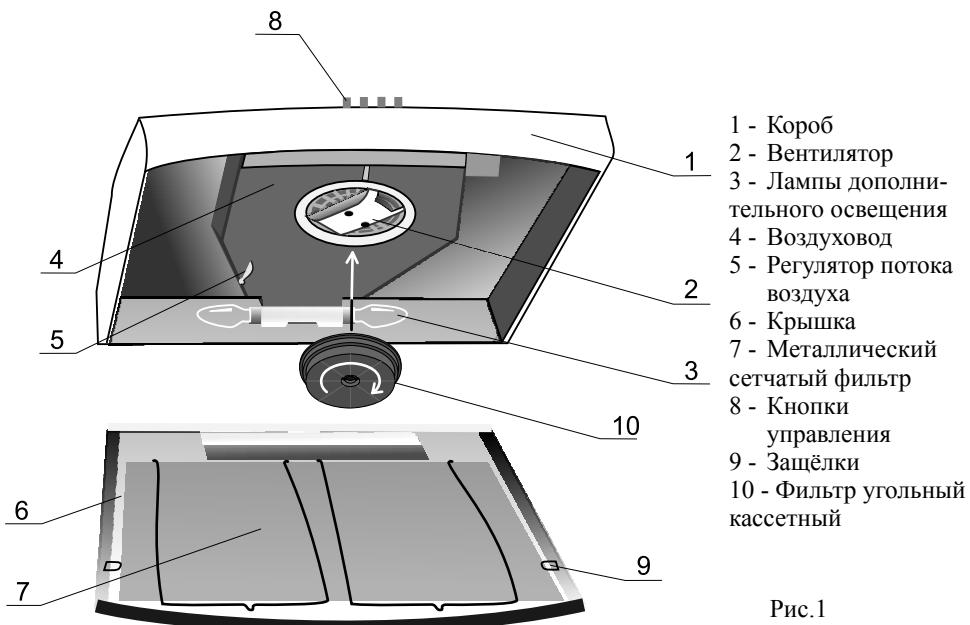
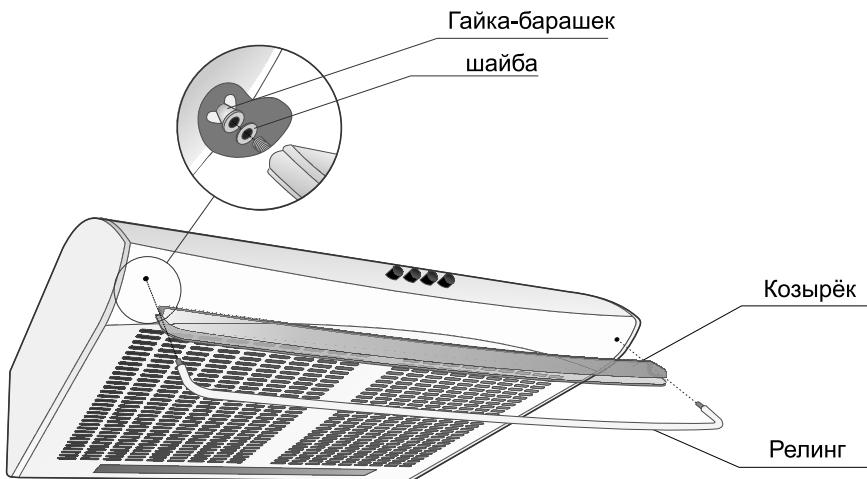

Рис.1
Рис. 3
- 5.1 Внутри короба 1 воздухоочистителя (рис.1) располагаются вентилятор 2, лампы дополнительного освещения 3, воздуховод 4 с регулятором потока воздуха 5. На передней части корпуса расположены кнопки управления 8.
- крышкой 6 с сетчатым фильтром 7 (рис.1), а также, в зависимости от модификации, релингом с пластмассовым козырьком (рис.3).
- 5.3 С помощью кассетного угольного фильтра 10 (рекомендуется устанавливать на воздухоочистители, работающие в циркуляционном режиме) всасываемый воздух дополнительно очищается гранулами активированного угля, уменьшаются запахи от приготовления пищи. Угольный фильтр не подлежит регенерации и должен заменяться примерно каждые шесть месяцев (в зависимости от интенсивности эксплуатации). Для установки кассетного угольного фильтра оденьте его на три фиксирующих элемента в центре вентилятора и поверните по часовой стрелке до упора (рис. 1). Демонтаж фильтра производится в обратном порядке.
- 6.7 Совмещение флагжка регулятора потока воздуха 5 (см. рис.1) с рисунком на воздуховоде указывает, что воздухоочиститель работает в циркуляционном режиме, т. е. очищенный воздух возвращается в помещение кухни.